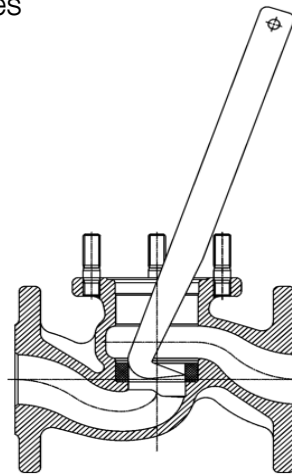

Bild 3
- » Unteren Ventilring (Pos. 9) mittels Ringziehhaken entfernen ohne die Oberfläche der Gehäusebohrung zu beschädigen (siehe Bild 3)